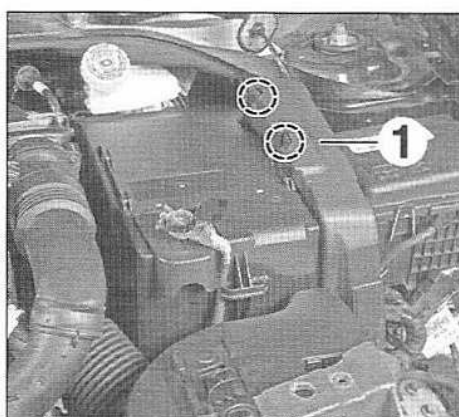

FIG.42
- Déposer le cache (1) du calculateur de gestion moteur (Fig.42).